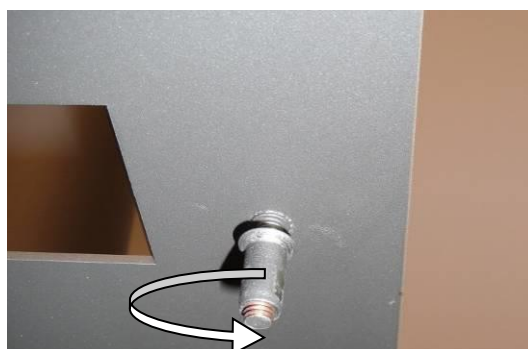

Abbildung 40: Deckelunterseite Ego
- Deckel, im abgekühlten Zustand, anheben und die Auflagehöhe durch Drehen der Rundmuttern anpassen (Abbildung 40).